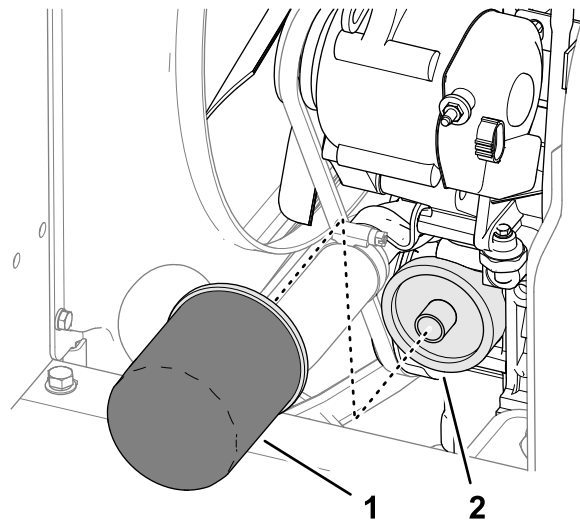

Bild 67
5. Entfernen Sie den Ölfilter (Bild 67).